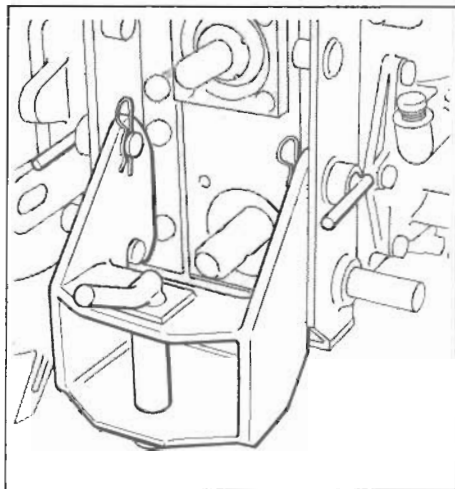

Fig. 12 - Bild 12
- b) **Per i rimorchi ad un solo asse** è consigliabile collegare il timone in una posizione bassa. Il pianale deve essere orizzontale ed il carico distribuito uniformemente (vedere la fig. 12).
- b) **For single-axle trailer:** it is recommended the drawbar be connected in low position. The platform should be in the horizontal plane and the load evenly distributed (see fig. 12).
- b) **Pour les remorques à un essieu**, il est sage de raccorder le timon en position basse. Le plateau sera horizontal et la charge à distribution uniforme (voir fig. 12).
- b) **Für Einachsanhänger** wird empfohlen die Zugdeichsel in niedriger Stellung anzuschließen. Die Pritsche muss horizontal und die Last gleichmässig verteilt sein (siehe Bild 12).